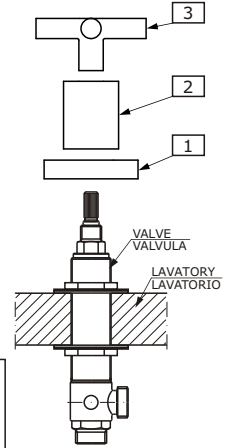

FIG. 3b
- In case of **INFINITY MODELS** (see fig. 3b): Place handle base (1). Over side hole of mounting surface¹⁾. Screw shroud (2) onto valve until against base. Do not overtighten. Insert cross handles (3) on the valves.
- En caso de **MODELOS INFINITY** (vea fig. 3b): Ponga la base de la manilla (1). Coloque la base sobre el agujero de la superficie de montaje¹⁾. Atornille la cubierta (2) sobre la válvula hasta la base. No apriete demasiado. Inserte las manillas cruzadas (3) sobre las válvulas.